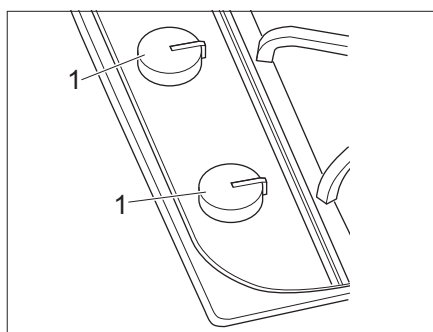

Fig. 125 Elementos de mando para la cocina de gas
- Girar el regulador giratorio (Fig. 125,1) correspondiente al quemador deseado a la posición de encendido (llama alta).